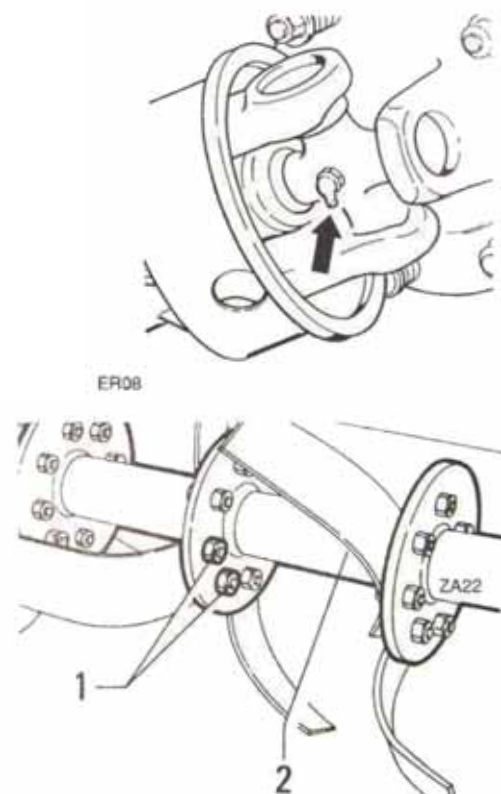

Figure 13
- Assurez-vous que l'arbre de prise de force reste en bon état et lubrifiez-le régulièrement (Fig. 13).
- Vérifiez que les vis "1" qui maintiennent les lames "2" en position ont été serrées correctement (Fig. 13).